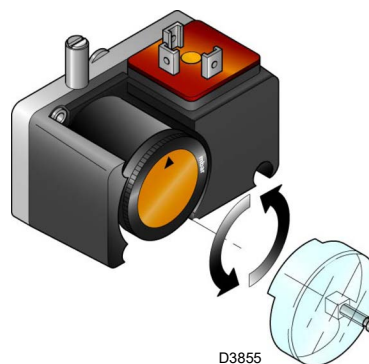

Fig. 31
- Regolare il pressostato per il controllo di tenuta (Kit PVP) (Fig. 31 a pag. 32), se presente, secondo le istruzioni a corredo del kit stesso.
Regolare il pressostato per il controllo di tenuta (kit PVP) (Fig. 31) secondo le istruzioni a corredo del kit stesso.